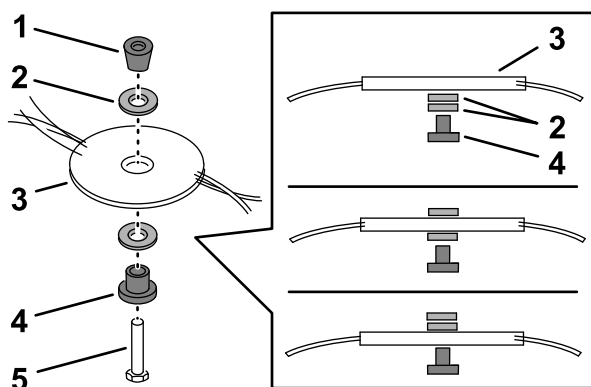

Figure 29
5. À l'aide de la clé fournie avec la machine, déposez le disque de coupe en tournant le boulon dans le sens antihoraire (Figure 29), et conservez toutes les fixations.